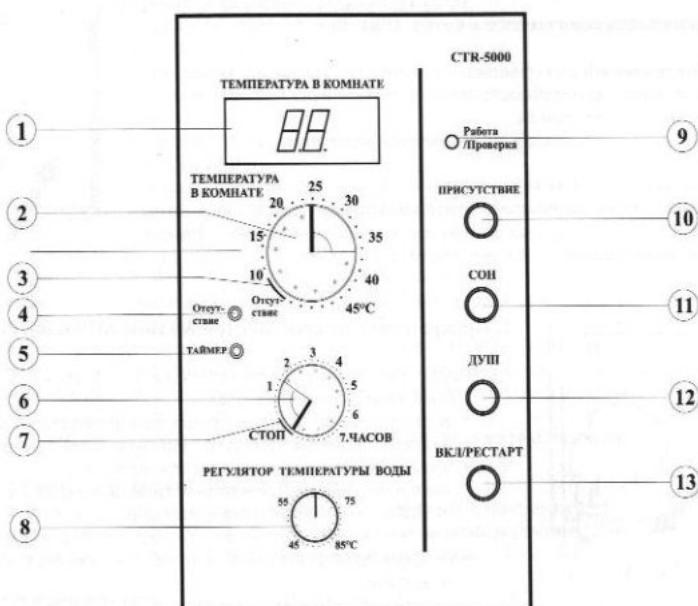

Рис. 1
- регулятор “ТЕМПЕРАТУРА В КОМНАТЕ” (Рис.1 поз.2);
- отметка на шкале регулятора “ТЕМПЕРАТУРА В КОМНАТЕ”-“ОТСУТСТВИЕ” (Рис. 1 поз.3);
- регулятор “ТАЙМЕР” (Рис. 1 поз.5);
- отметка на шкале регулятора “ТАЙМЕР”-“СТОП” (Рис. 1 поз.7);
- регулятор “ТЕМПЕРАТУРА ВОДЫ” (Рис. 1 поз.8);
- кнопка “ПРИСУТСТВИЕ”(Рис. 1 поз.10);
- кнопка “СОН”(Рис. 1 поз.11);
- кнопка “ДУШ” (Рис. 1 поз.12);
- кнопка “ВКЛ/РЕСТАРТ”(Рис. 1 поз.13).
- светодиод “ОТСУТСТВИЕ” (Рис. 1 поз.4);
- светодиод “ТАЙМЕР” (Рис. 1 поз.5);
- светодиод “РАБОТА/ПРОВЕРКА” (Рис. 1 поз.9);
- подсветка кнопки“ПРИСУТСТВИЕ” (Рис. 1 поз.10);
- подсветка кнопки “СОН” (Рис. 1 поз.11);
- подсветка кнопки “ДУШ”(Рис. 1 поз.12).
Кнопка “ВКЛ/РЕСТАРТ” (Рис. 1 поз.13) предназначена для включения (выключения) котла.
При первом включении котла автоматически устанавливается режим "ПРИСУТСТВИЕ". Кнопка "ВКЛ/РЕСТАРТ" (Рис.1 поз.13) работает в двух режимах:
Светодиод "Работа/Проверка" (Рис.1; поз. 9).
Регулятор "Температура в комнате" (Рис.1; поз. 2).
Элемент прибора предназначен для установки температуры отапливаемого помещения, или для включения функции "Отсутствие" (Рис.1; поз.3). Установка температуры выполняется по шкале от 10°C до 45°C с шагом 1,0°C.
Регулятор "Таймер" (Рис.1; поз. 6).
Штатная установка этого регулятора напротив отметки "Стоп" (Рис.1; поз.7), в этом случае функция отключает "Таймер".
Регулятор "Температура воды" (Рис.1; поз.8).